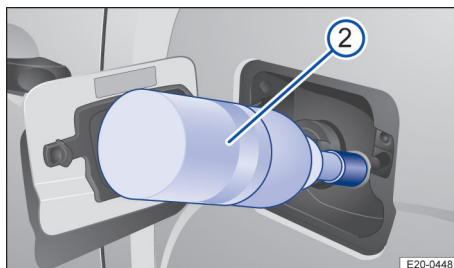

Fig. 152 Cargar AdBlue con una botella de recarga.
2. Coloque la botella de recarga en la boca de llenado de AdBlue® y enrósquela fijamente → fig. 152 ②.